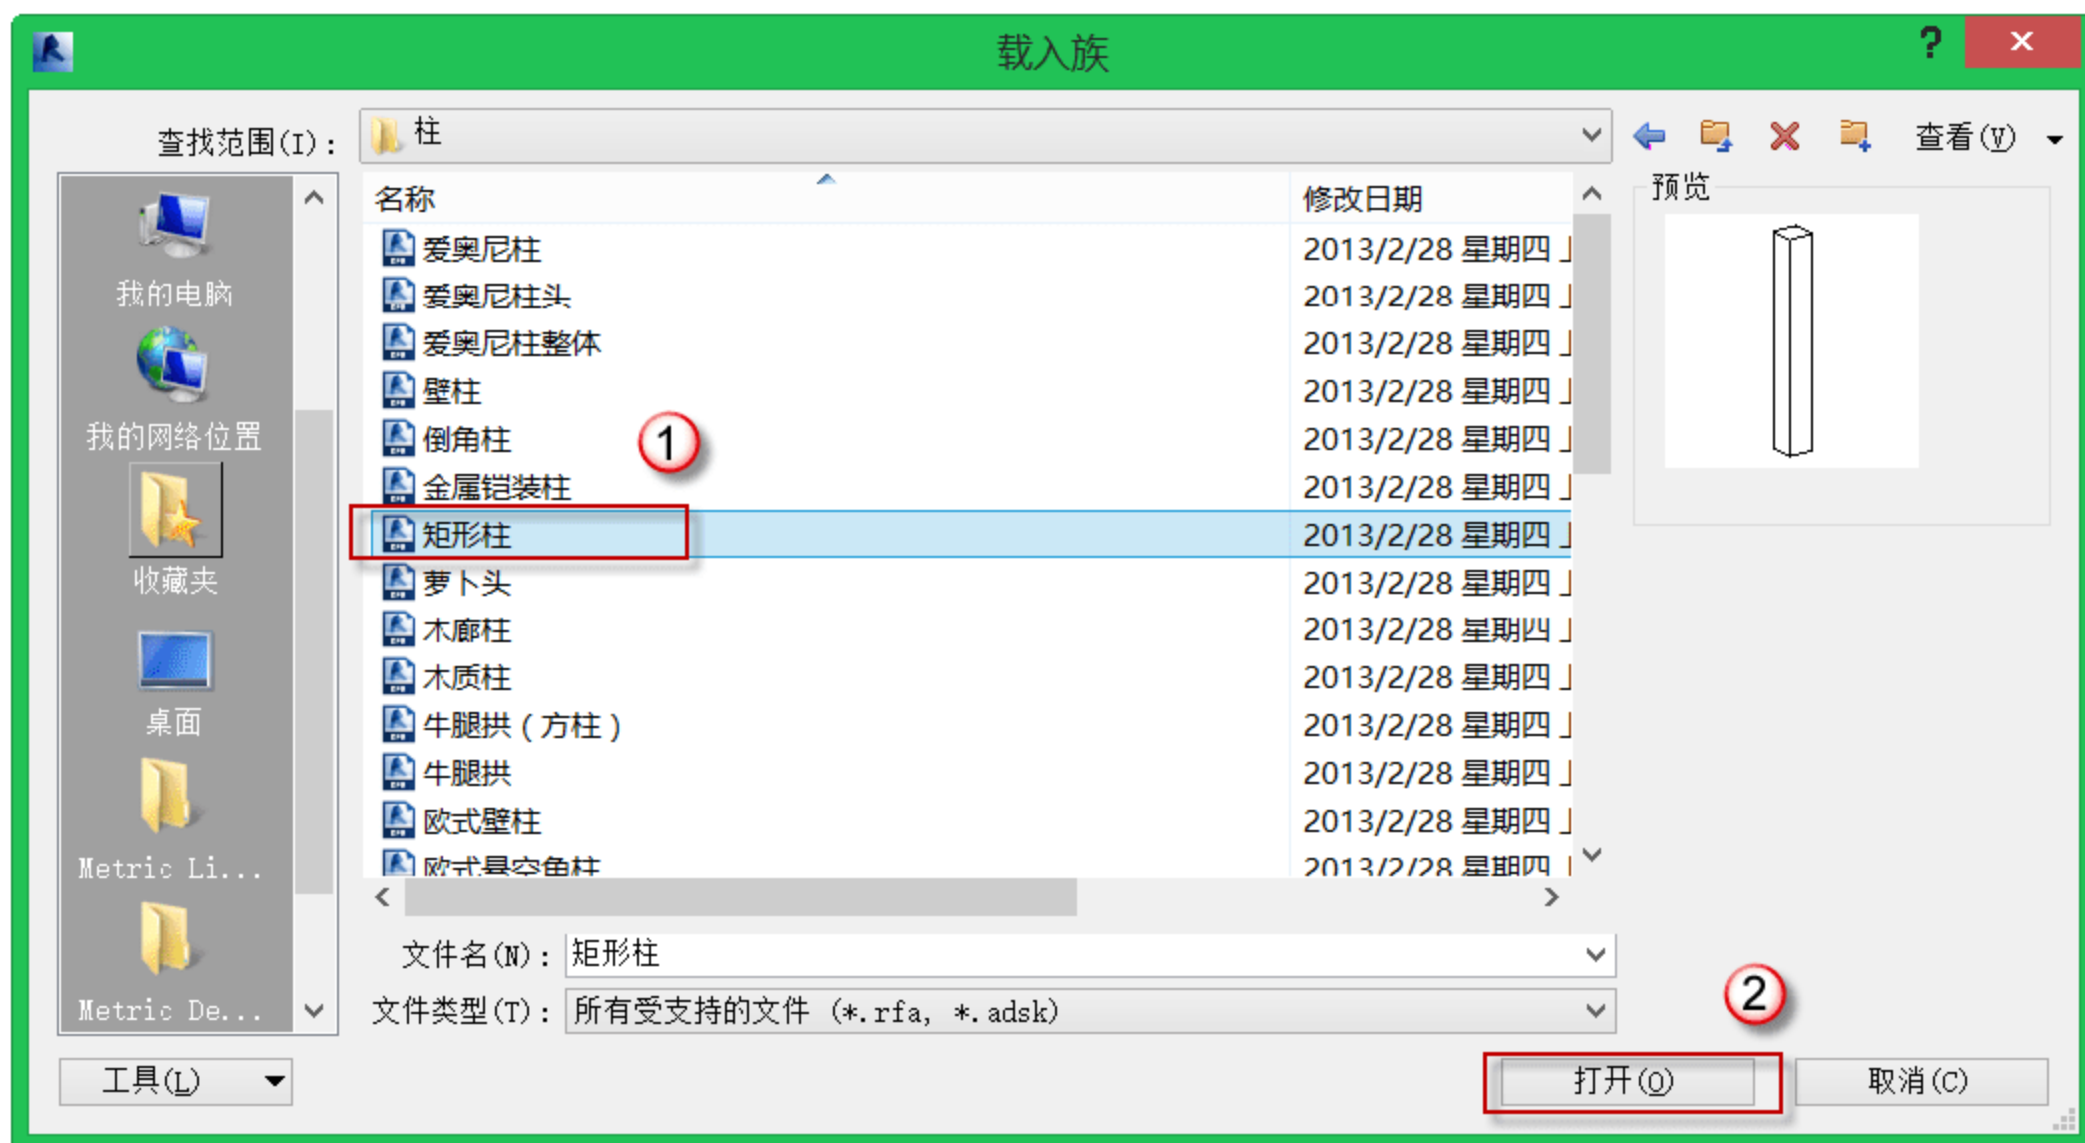

图 10.2.54 载入建筑“矩形柱”族
(1) 载入建筑“矩形柱族”。选择“插入”→“载入族”→“建筑”→“柱”→“矩形柱”命令，弹出“载入族”对话框，单击“打开”按钮，如图 10.2.54 所示，载入建筑“矩形柱”。